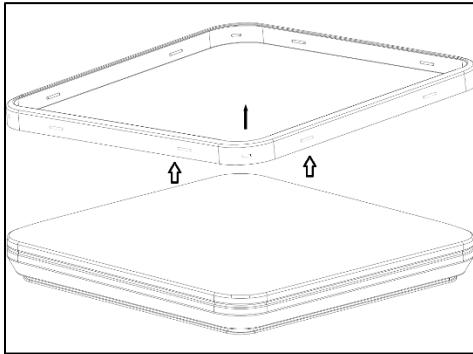

Figure 5
1. Retirez délicatement la garniture décorative blanche (3) du diffuseur en utilisant deux mains d'un coin du bord inférieur et soulevez vers le haut pour libérer tous les autres coins. (Voir Figure 5)